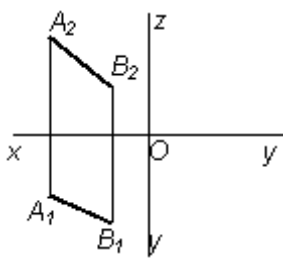

Рис. 3.1.
1. По двум заданным проекциям построить третью на рис. 3.1–3.9: